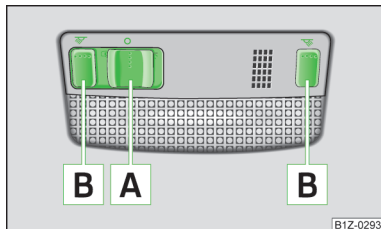

Fig. 26
› Dacă apăsați comutatorul **A** » fig. 26 spre marginea lămpii, apare simbolul ☞.
› Apăsați comutatorul **A** » fig. 26 în poziția mediană 0.
› Apăsați comutatorul **A** » fig. 26 înspre centrul lămpii, apare simbolul ☞.
› Apăsați comutatoarele **B** » fig. 26, pentru a aprinde, respectiv stinge lămpile de lectură.
■ Când operarea lămpii este activată de la comutatorul de contact din portieră (comutatorul **A** » fig. 26 în poziția ☞), lampa se aprinde, dacă: